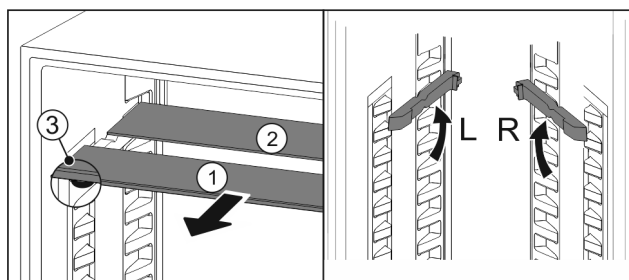

Fig. 28
- estrarre i ripiani di vetro singolarmente tirando in avanti Fig. 28 (1).
- ▷ Il piano in vetro Fig. 28 (1) con il motivo ornamentale è nella parte anteriore.
- ▷ I fermi Fig. 28 (3) sono rivolti verso il basso.